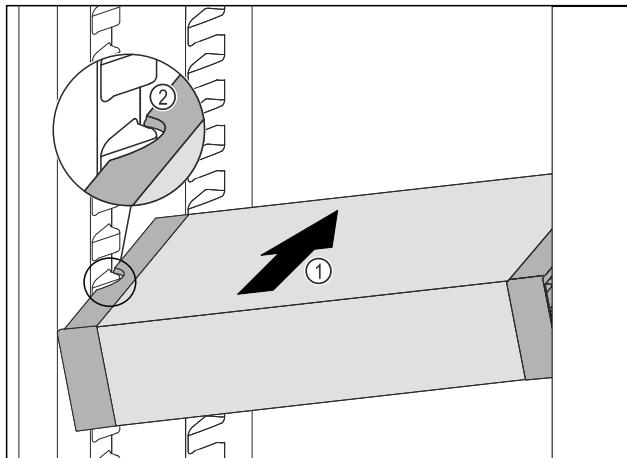

Fig. 142
- ▶ Insérer le VarioSafe en biais dans la partie réfrigérateur Fig. 142 (1) jusqu'à ce que les encoches latérales Fig. 142 (2) du VarioSafe se trouvent à la hauteur de la nervure du bac dans la partie réfrigérateur.